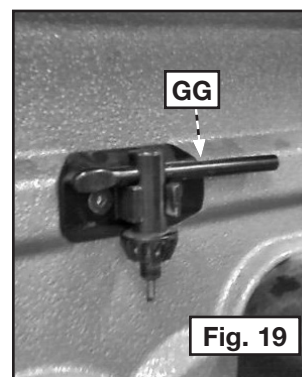

Fig. 19
Un emplacement pour stocker la clé de mandrin (GG) a été intégré sur le côté droit de la poupée fixe de la perceuse à colonne. Enclenchez la clé de mandrin dans son compartiment, comme illustré en figure 19.